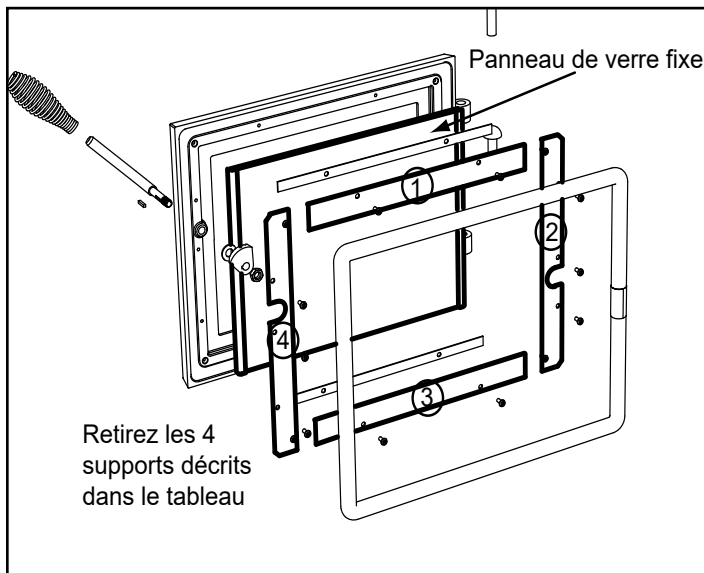

Figure 24.1
2. Enlevez le panneau gauche en retirant les 4 supports au moyen d'un tournevis cruciforme. **Figure 24.1.**